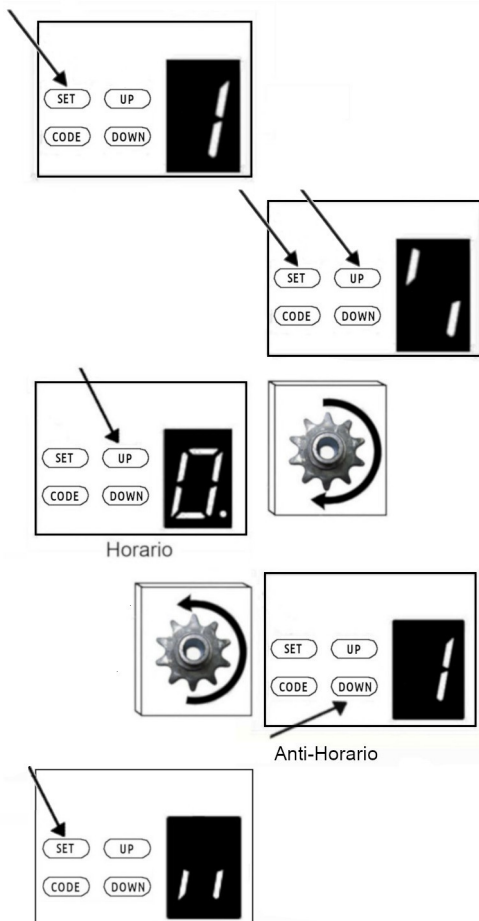

Fig.54
8.2.-Configurando la Inversión de giro.(Fig.54)